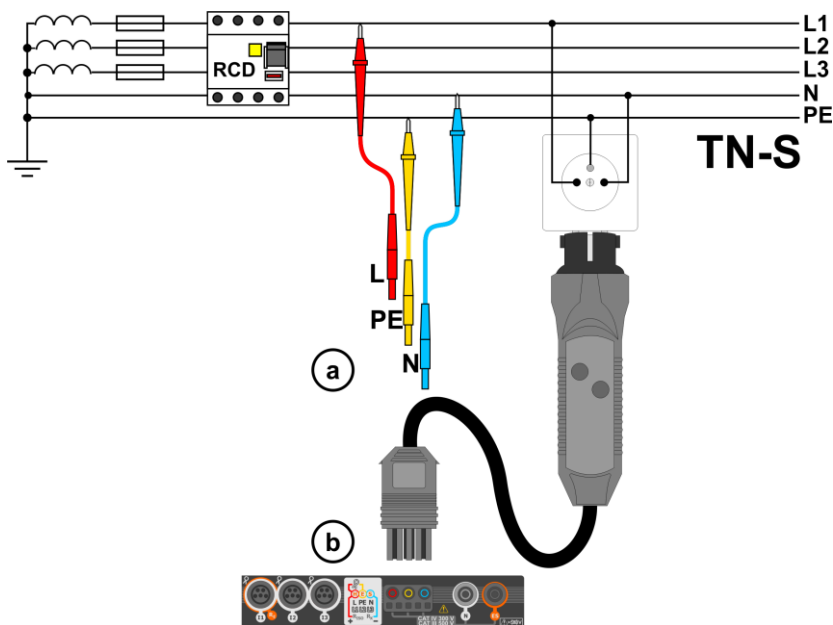
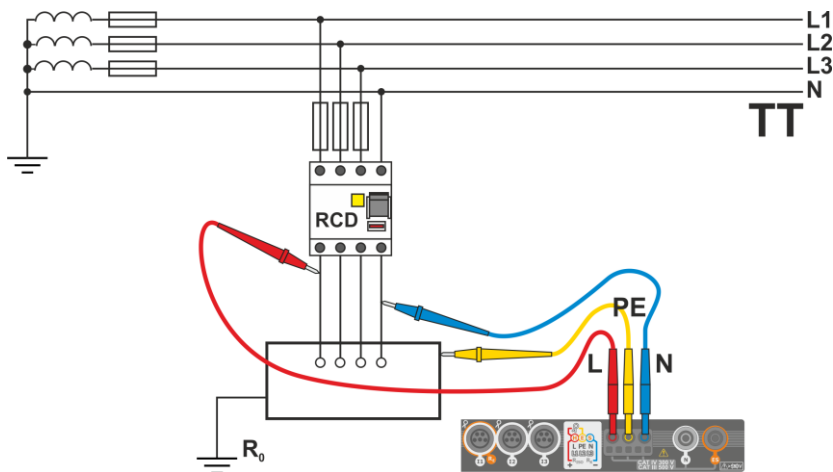
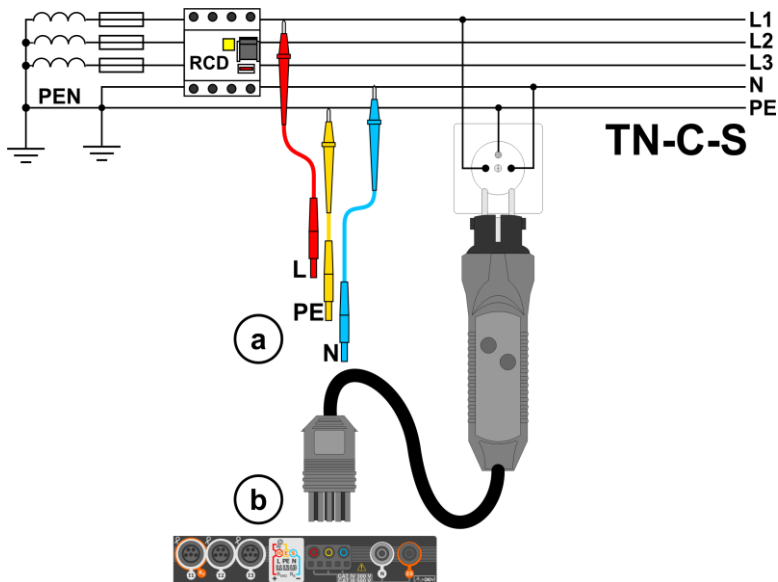

Fig. 3.3 Medición en el sistema TN-S
Fig. 3.4 Medición en el sistema TT
Fig. 3.5 Medición en el sistema TN-C-S
- 1 Conectar los cables de medición según la Fig. 3.3 , Fig. 3.4 o Fig. 3.5.